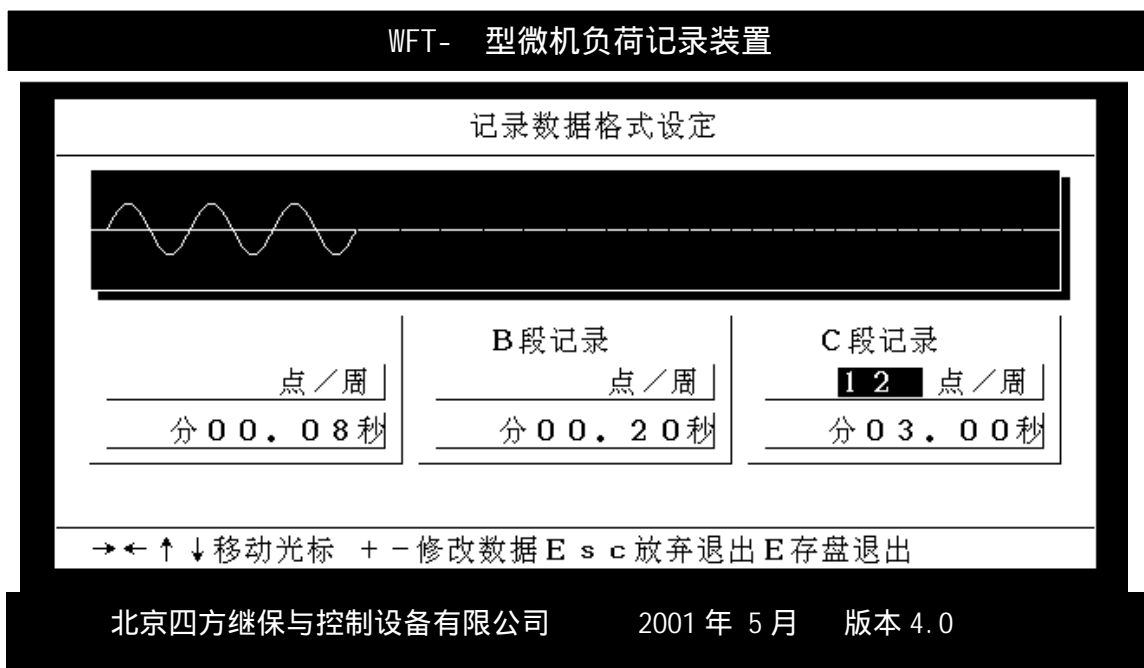

图 4-6-5
4. 数据格式设定：本项功能设置故障记录的数据段格式。WFT- 微机负荷记录装置的数据记录分 A（系统大扰动前的数据，缺省为 4 周）、B（大扰动后的数据，缺省为 10 周）、C（大扰动中期的数据，缺省为 3 秒）三段，每段都可以灵活设定，全部连续采样：A 段长度为 0~8 秒，采样率 1200HZ；B 段长度为 0~54 秒，采样率 1200HZ；C 段长度为 3~60 秒，采样率 200，300，400，600HZ 可选；操作界面如图 4-6-5。
用箭头键将光标移到 C 段点数设定位置，如图 4-6-5 所示深色方块，按 "+" 或 "-" 键把数字改为 6，再把光标移到下面相应的时间位置，按 "+" 或 "-" 键把数字改为 5.00 秒。"E" 键存盘退出即可。其它操作类似。